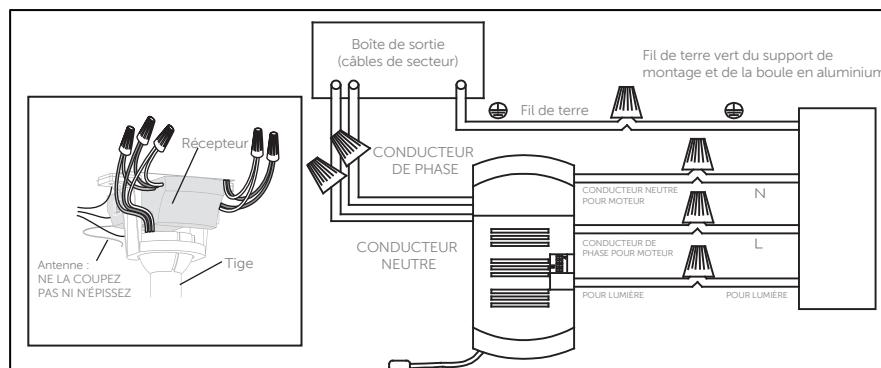

Fig. 10
- Avec ce réglage, le ventilateur tourne en sens antihoraire pour créer un effet de refroidissement. Utilisez cette fonction en été pour faire circuler l'air chaud de manière ascendante et l'éloigner de votre espace de vie (voir fig. 10).